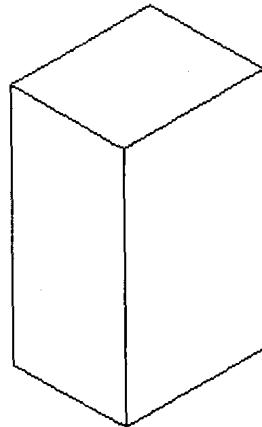

图 1.2 表面模型
(2) 表面模型。表面模型不仅定义三维对象的边界，而且还定义它的表面，即表面模型具有面的特征。AutoCAD 的表面模型是用多边形网格定义表面中的各小表面的，这些小表面组合起来可以近似构成曲面。如图 1.2 所示。